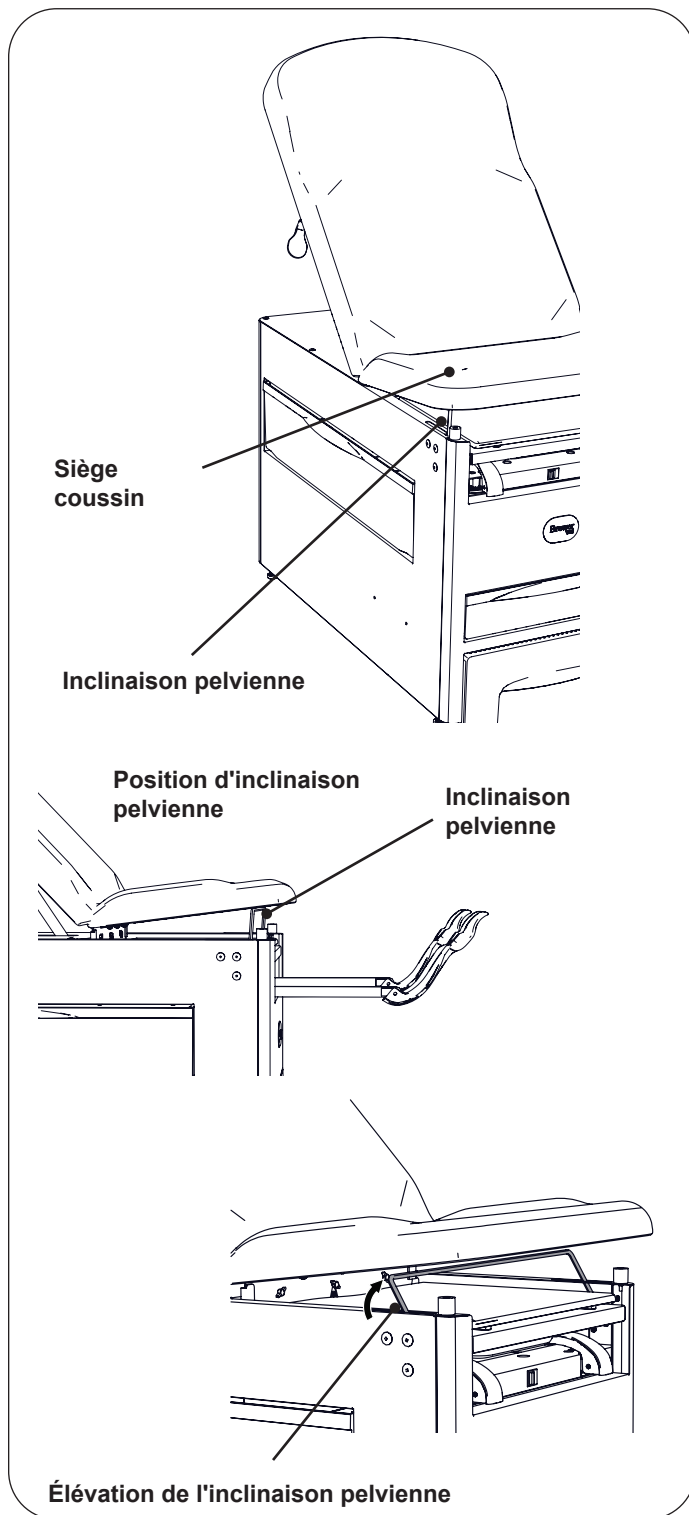

Figure 16. Barre de soutien pour l'inclinaison pelvienne
1. Soulevez le bord avant du siège coussin (Figure 16). Faites pivoter la barre de support d'inclinaison pelvienne vers le haut jusqu'à sa position complètement verrouillée.